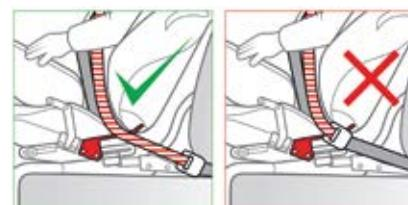

Abb. 9
Wenn Sie den Kindersitz auf den Vordersitz stellen, kann es vorkommen, dass die Gurtschnalle zu hoch am Kindersitz anliegt, und zwar dort, wo der Gurt durch die Führung verläuft. Stellen Sie sicher, dass die Schnalle richtig positioniert ist (Abb. 9) (NL).